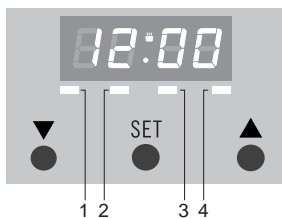

fig. 5
Nadat het apparaat is aangesloten, of als de stroomtoevoer onderbroken is geweest, verschijnt '12.00' in het display. LED 4 knippert (zie fig. 5). De dagtijd is in te stellen.
- Druk op 'SET' totdat LED 1 knippert (zie fig. 5).
De ingestelde tijd blijft in het display staan. LED 1 brandt continu (zie fig. 5).
- Druk op 'SET' totdat LED 2 knippert (zie fig. 5).
- Druk op 'SET' totdat LED 3 knippert (zie fig. 5).
LED's 2 en 3 branden continu (zie fig. 5). De dagtijd wordt weergegeven. De oven geeft een signaal als de ingestelde tijd bereikt is en schakelt automatisch uit.